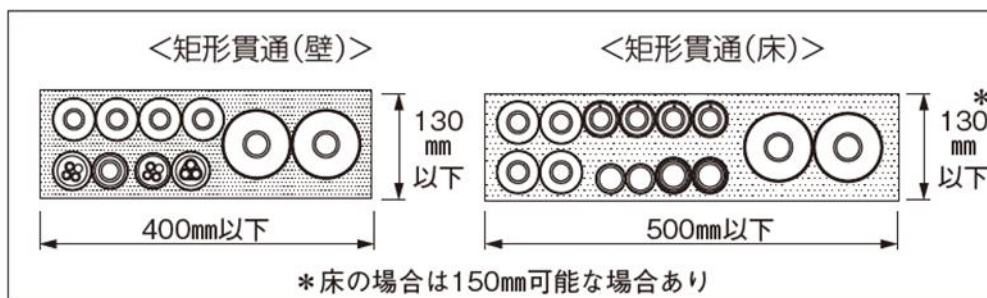

図4-3 矩形貫通の場合
- ・矩形の場合は壁 130×400mm以下になるように開口部を設けて下さい。床は、認定によって開口の寸法が異なるため、カタログ、認定書を参照して下さい（図4-3）。